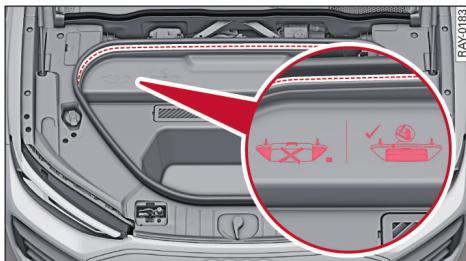

图 51 前舱带储藏箱：载物最高标记
- ▶ 在收纳物体时，请注意储藏箱的载物最高标记 ⇒ 图 51。
- 突出在储藏箱外的物体在发生事故时可能提高行人或骑车人的受伤风险。不要将高度超过标记的物体放置在储藏箱中 ⇒ 图 51。
物体突出储藏箱可能从里面损坏前舱盖。不要将高度超过标记的物体放置在储藏箱中 ⇒ 图 51。